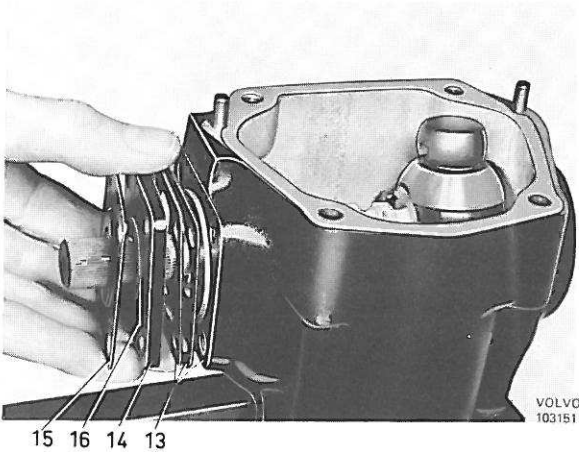

Figure 60. Démontage du couvercle de la vis sans fin de direction
4. Enlever le couvercle de la vis sans fin de direction, avec support et cales de réglage, voir figure 60.
5. Monter la bague d'étanchéité (16) dans le couvercle (14) du boîtier de la vis sans fin de direction avec lèvre d'étanchéité tournée vers l'intérieur. Monter le joint, les cales de réglage, le joint, le couvercle et la retenue, figure 60. Les joints ont une épaisseur de 0,127 mm, et les cales de réglage existent dans les épaisseurs de 0,05, 0,127 et 0,254 mm. Serrer les quatre vis au couple de 17 à 21 Nm (1,7 à 2,1 m.kg).